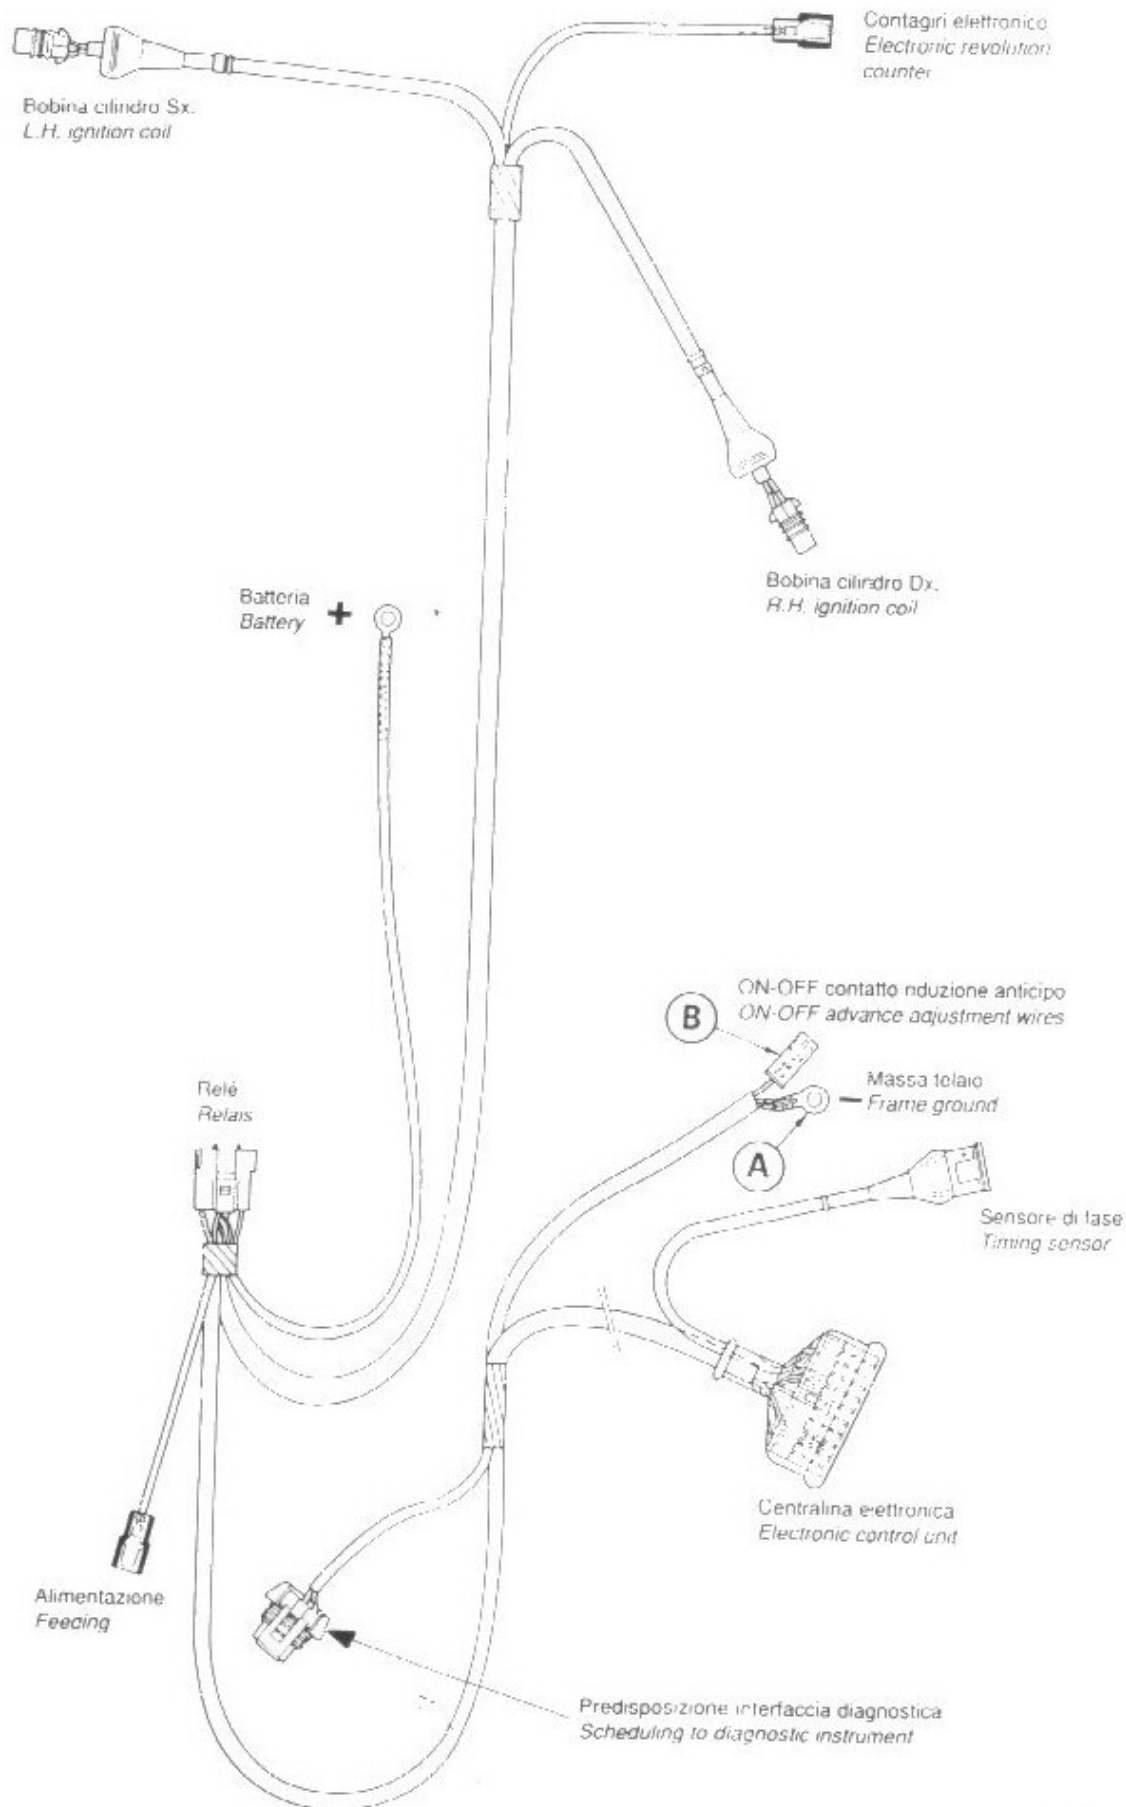

Fig. 45
- In caso di necessità è possibile ridurre l'anticipo di 2° collegando tra di loro i due cavi «A» e «B» (fig. 45).
- If necessary, it is possible to reduce the spark advance of 2° joining the two cables «A» and «B» between them, as shown in the drawing (fig. 45).